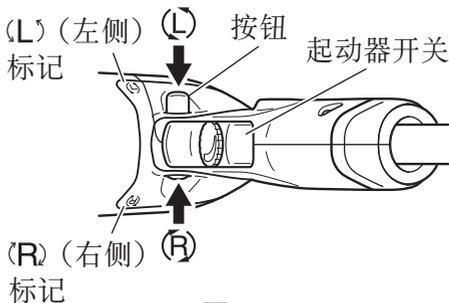

图 2
6. 确认钻头旋转方向 (图 2)
- 按下按键的 R (右) 侧可使钻头沿顺时针方向(前视)旋转;按下按键的 L (左) 侧可使钻头沿逆时针方向旋转。(机身上有 (L) 和 (R) 标记)